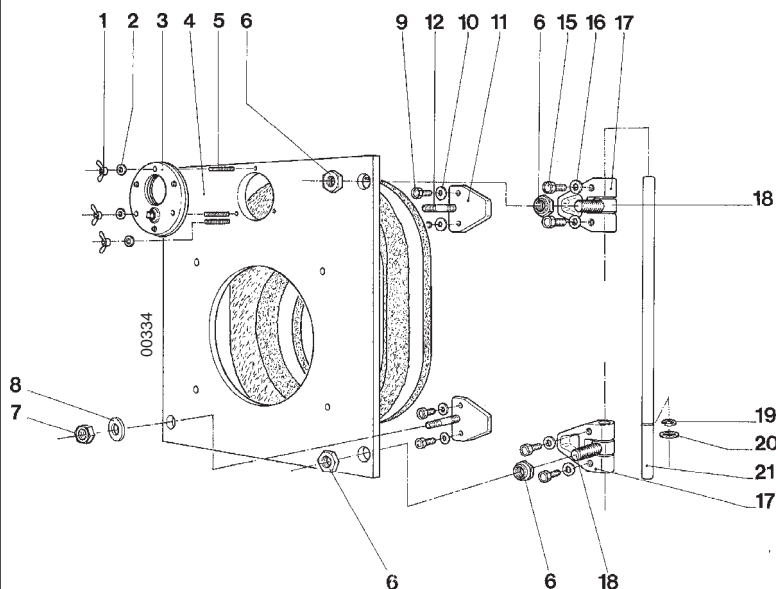
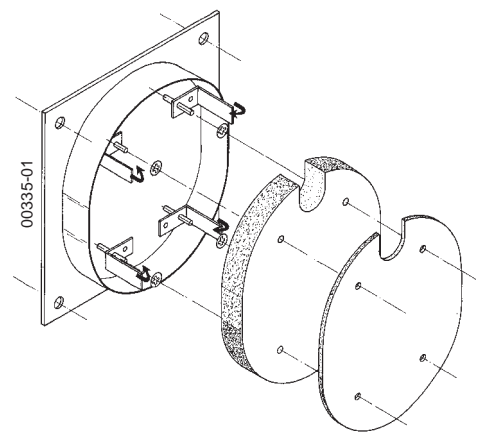

Fig. 14
Fig. 15
<p>Porte support brûleur (figure 14)</p> <p>Mise en place des optimiseurs (option)</p>	<ul style="list-style-type: none"> • Procéder si nécessaire au perçage de la porte aux côtés du brûleur. • Coller la tresse en fibre céramique dans la gorge de l'élément avant (raccordement de la tresse du côté opposé à la charnière). • Monter l'ensemble hublot (3) sur la porte (4) avec les goujons (5) les rondelles (2) et les écrous à oreilles (1). • Monter l'anneau truarc (19) sur l'axe (21). Enfiler les chapes femelles (17), et les chapes mâles (18) sur l'axe (21) sans oublier la rondelle (20). Fixer l'ensemble sur la chaudière avec les vis (15) et les rondelles (10). • Fixer les semelles (11) sur la chaudière avec les vis (9) et les rondelles (10). Visser les goujons (12) dans les semelles (11). • Visser un écrou à centrage (6) sur les chapes (18). Monter la porte sur ces écrous et visser les 2 autres écrous à centrage sur les chapes (18). • Mettre en place les 4 pattes en inox à l'aide des fixes " RAPID " sur les tiges Ø 8. • Disposer les isolants dans la porte, laine de roche (couleur marron) contre la porte puis fibre céramique (couleur blanche) côté foyer (voir figure 15). • Rabattre les 4 pattes en inox sur la fibre céramique. • Procéder à la découpe des isolants (à l'aide d'une lame de scie) en se servant du trou du brûleur découpé sur la porte comme gabarit. • Fermer la porte avec les écrous (7) et les rondelles (8). • Procéder au réglage de l'étanchéité de la porte en agissant sur les écrous (6 et 7). <p>• Se reporter au paragraphe 4.2.</p> <p>IMPORTANT : Après quelques heures de fonctionnement, vérifier l'étanchéité de la porte en agissant :</p> <p>1° Côté charnière sur les 4 écrous de réglage (6). 2° Côté ouverture sur les 2 écrous de blocage (7).</p>